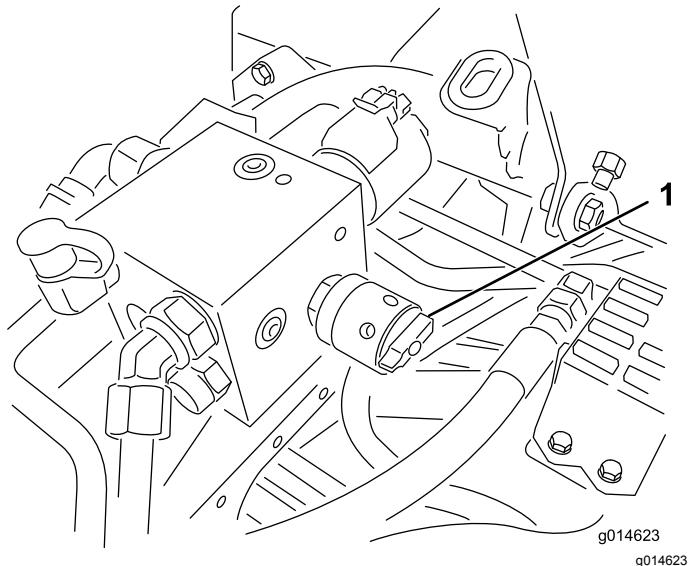

Bild 38
4. Drehen Sie zum Einstellen der Spindeldrehzahl das Handrad (Bild 38), bis die Zeiger auf die Nummer zeigen, die der gewünschten Einstellung entspricht.